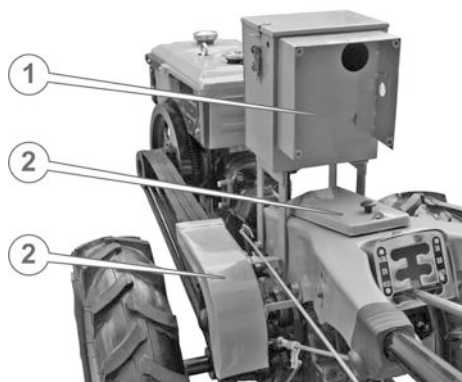

Рис. 4.12.
21. Установить крышку (2) (см. рис. 4.12.) отсека для инструмента с помощью 2-х болтов М6, надежно затянуть болты.
22. Открутить 4 передних болта крепления руля к редуктору. Установить ящик (1) (см. рис. 4.12.) для аккумуляторной батареи и электроприборов, затянуть болты крепления с правой стороны мотоблока и передний болт крепления с левой стороны (только для моделей МБ 1081, МБ 1010Е и МБ 1012Е).
23. Ослабить задний болт крепления руля к редуктору с левой стороны, установить защиту (3) (см. рис. 4.12.) ведомого шкива, затянуть болты крепления.
24. Извлечь аккумуляторную батарею из упаковки и установить ее в соответствующий отсек ящика (1) (см. рис. 4.12.) для батареи клеммами к приборному отсеку.